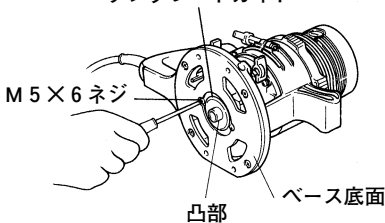

図 9
- ① テンプレートガイドの凸部をベース底面側に出して、付属のM5×6ネジ(2個)をさし込み、軽く取付けます。(テンプレートガイドは指で動くようにしておきます。)(図9)